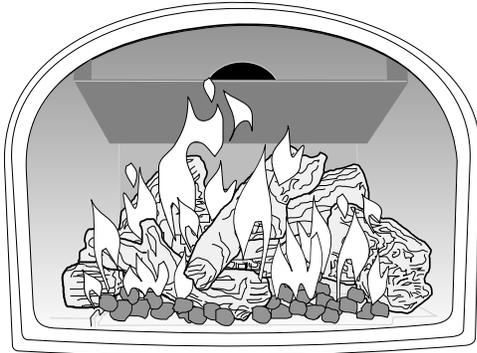

Figure 29. Apparence des flammes au réglage maximal («High») après environ 15 à 20 minutes de chauffage
3. RÉGLAGE DU BRÛLEUR : Ce poêle est doté d'une valve de contrôle de gaz à débit variable qui permet un réglage manuel facile de la hauteur des flammes et de la puissance de chauffage. Pour régler l'intensité des flammes entre le maximum et le minimum, tournez le bouton «HI/LO». La hauteur des flammes peut être ajustée jusqu'à environ 50% de la plage comprise entre les réglages BAS et HAUT. Voir fig. 29.